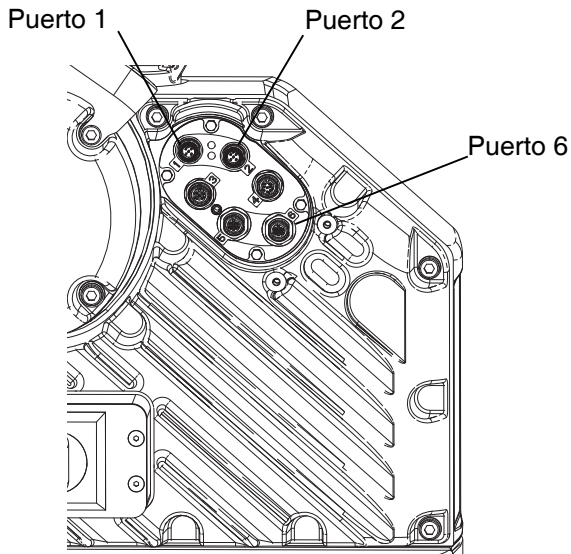

FIG. 39: Ubicación de los puertos del controlador
6. Use los cuatro tornillos de montaje de 10-32 incluidos en el kit para fijar la base (CD) en los orificios taladrados.
7. Vuelva a acoplar el CGM (CC) en la base (CD) con los dos tornillos (CB) que se quitaron en el paso 5.
8. Vuelva a poner la tapa de acceso (CA).
9. Conecte el cable de CAN incluido en el kit al puerto 1 o 2 (el que esté disponible) en el controlador. Consulte la FIG. 39.